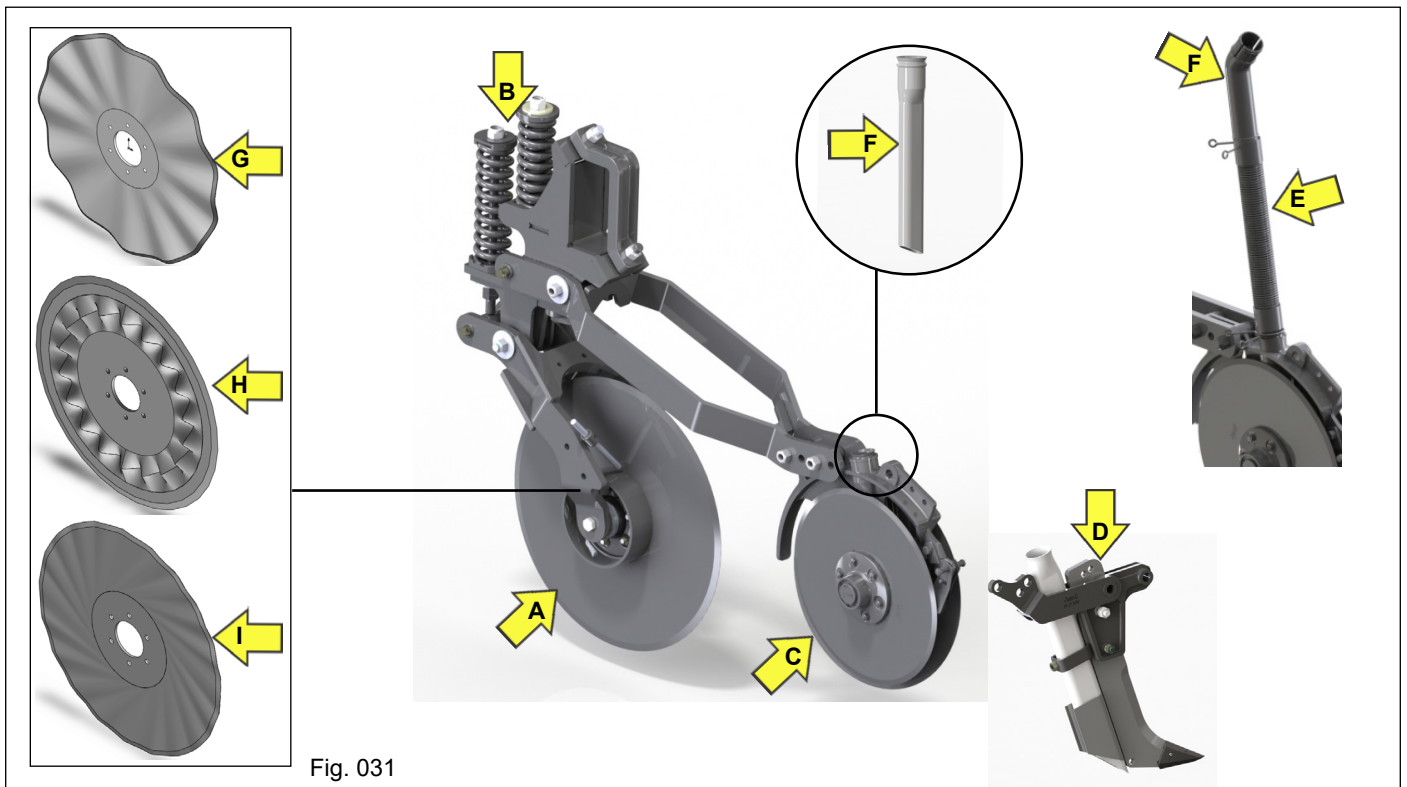

Fig. 031
- **Disco de corte:** padrão montado com disco de corte liso de 22 polegadas, possui mancal especial de rolamentos fixos e sistema de vedação desenvolvido para evitar a entrada de intempéries (“A” Fig. 031). São fornecidos como opcionais de discos de cortes: Liso de 22 polegadas, Ondulado de 22 polegadas “G”, Ranhurado de 22 polegadas “H” e Turbo de 22 polegadas “I”.
- **Haste reguladora de pressão:** Duas hastes com mola e munhão para regulagem da pressão das unidades sobre o solo (“B” Fig. 031);
- **Discos duplos desencontrados:** Disco de corte liso de 22 polegadas, que podem ser montados paralelos ou em sistema desencontrado ao chassi (zig-zag) de acordo com configurações do produto (“C” Fig. 031);
- **Sulcador adubador:** Desenvolvido para movimentar o solo o mínimo possível e exigir menor esforço de tração e penetração (“D” Fig. 031). É opcional para montagem no lugar do disco duplo;
- **Condutores de adubo:** Mangote “E” construído de borracha sanfonada para acompanhar os movimentos das unidades e melhor transporte dos fertilizantes. Condutores “F” de adubo em polietileno (material não aderente), que permite a limpeza rápida e evita que o adubo fixe no suporte dos discos (Fig. 031).